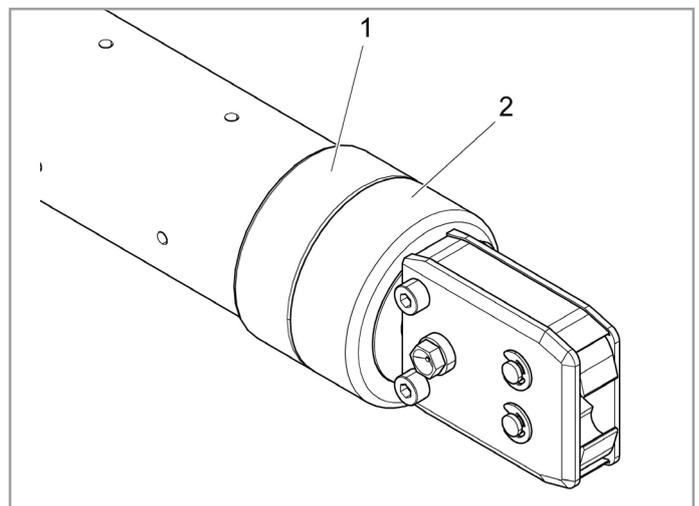
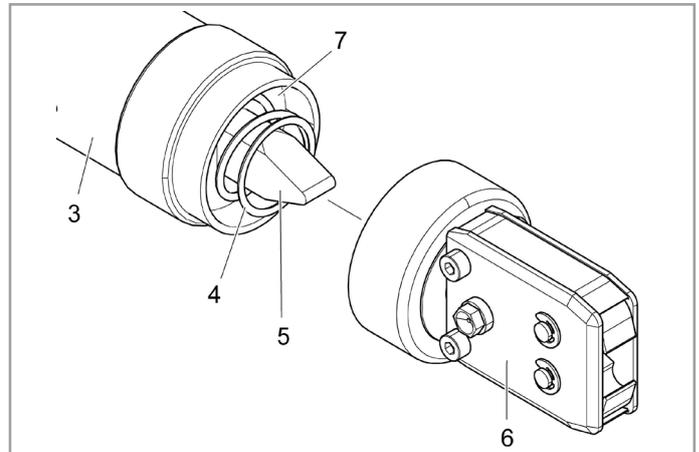
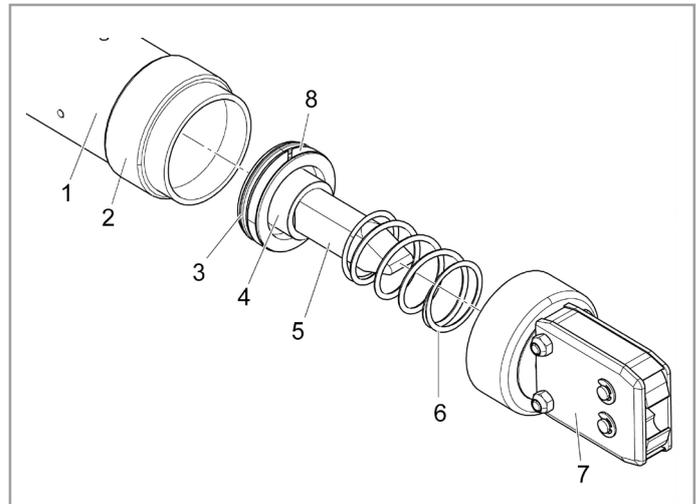

Abb. 75 Zangenkopf lösen
Abb. 76 Zangenkopf vom -körper trennen
Abb. 81 Zangenkopf-Set austauschen
3. Kontermutter (Abb. 75/1) lösen und Überwurfmutter (Abb. 75/2) abschrauben.
Eingebaute Druckfeder (Abb. 76/4) steht unter Spannung!
- ▶ Halten Sie den Zangenkopf (Abb. 76/6) bei der Demontage fest.
4. Zangenkopf (Abb. 76/6) vom Zangenkörper (Abb. 76/3) trennen.
Keil (Abb. 76/5) und Keilkolben (Abb. 76/7) verbleiben im Zangenkörper (Abb. 76/3).
12. Zangenkopf (Abb. 76/6) auf den Zangenkörper (Abb. 76/3) schrauben und mit Kontermutter (Abb. 75/1) sichern.
Der Keil (Abb. 76/5) muss dabei zwischen den beiden Zangenbacken zu liegen kommen.
3. Zangenkopf (Abb. 81/7) vom Zangenkörper (Abb. 81/1) trennen (siehe Kapitel 10.3.1, S. 10-109).
4. Keil (Abb. 81/5), Keilkolben (Abb. 81/4), Kolbenführungsband (Abb. 81/8), Lippendichtung Abb. 81/3) mit Druckfeder (Abb. 81/6) aus Zangenkörper (Abb. 81/1) entfernen.
5. Keilkolben (Abb. 81/4) mit Keil (Abb. 81/5), Kolbenführungsband (Abb. 81/8) und Lippendichtung (Abb. 81/3) aus dem neuen Zangenkopf-Set schmieren und in Zangenkörper einsetzen.
- Kolbenführungsband (Abb. 81/8) und Lippendichtung (Abb. 81/3) mit RENOLIT IPR 2, OETIKER Art.-Nr. 08901485.
- Keil (Abb. 81/5) mit RENOLIT LX-EP 2 (RENOLIT Duraplex EP 2), OETIKER Art.-Nr. 08901490.
- ▶ Beim Einbau darauf achten, dass Kolbenführungsband (Abb. 81/8) und Lippendichtung (Abb. 81/3) nicht beschädigt werden.
6. Druckfeder (Abb. 81/6) einsetzen.
7. Neuen Zangenkopf (Abb. 81/7) auf Zangenkörper (Abb. 81/1) schrauben und mit Kontermutter (Abb. 75/1) sichern.
Der Keil (Abb. 81/5) muss dabei zwischen den beiden Zangenbacken liegen.